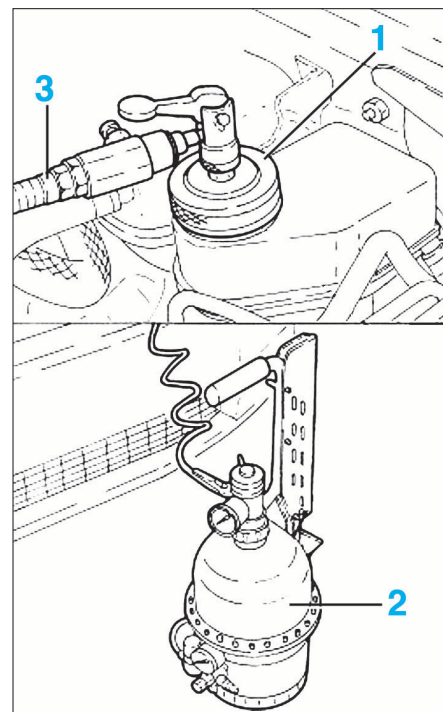

FIG. 7
- Retirer le bouchon du réservoir de compensation des freins et visser l'adaptateur (1) de l'appareil (2) à la place (Fig.7).
- Brancher la canalisation (3) de pression de l'appareil de purge (2) sur l'adaptateur.